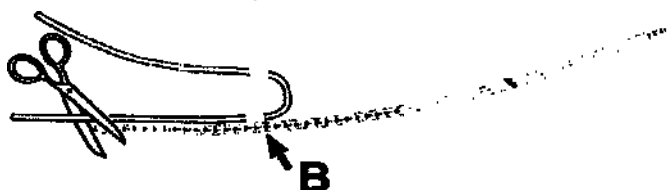

Рисунок 3
8. Расположите градуированный конец туннелера вдоль одной ветви удлинительного катетера так, чтобы точка замеренной длины «В» была на уровне верхнего края дакроновой манжеты. Обрежьте удлинительный катетер на уровне конца туннелера (Рис. 3). Обрезайте трубку строго перпендикулярно одним движением шовных ножниц.